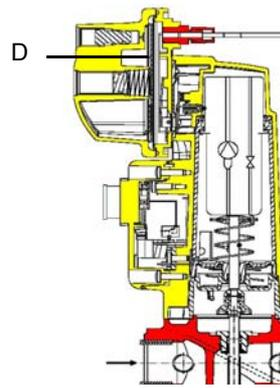

Рис. 14
**⚠ ВНИМАНИЕ:** диафрагма D исполнительного механизма SKP2 должна находиться в вертикальном положении (Рис. 14).